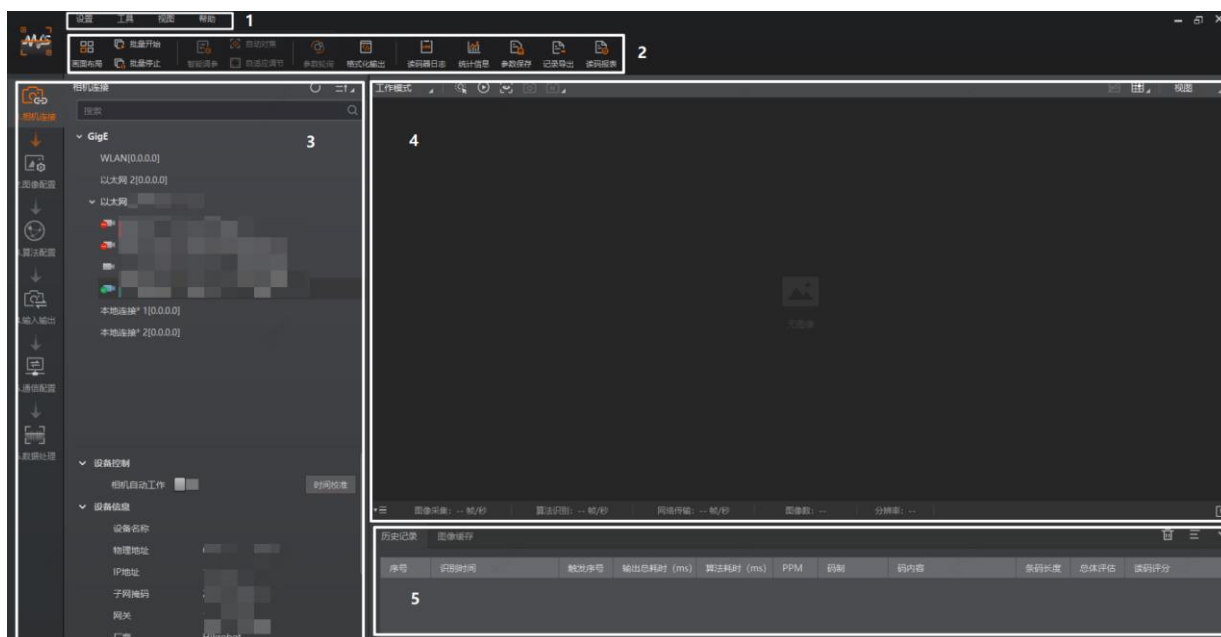

图3-12 IDMVS 主界面
2. 连接设备后，客户端主界面如图 3-12 所示，各功能模块的介绍详见表 3-1。